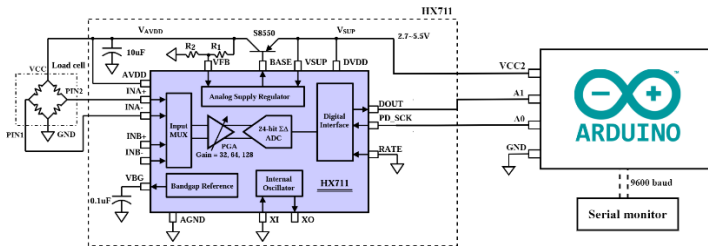

Ilustración 1: Diagrama circuital
1. Asegúrese de que el dispositivo se encuentre conectado de acuerdo con el diagrama circuital de la ilustración 1.